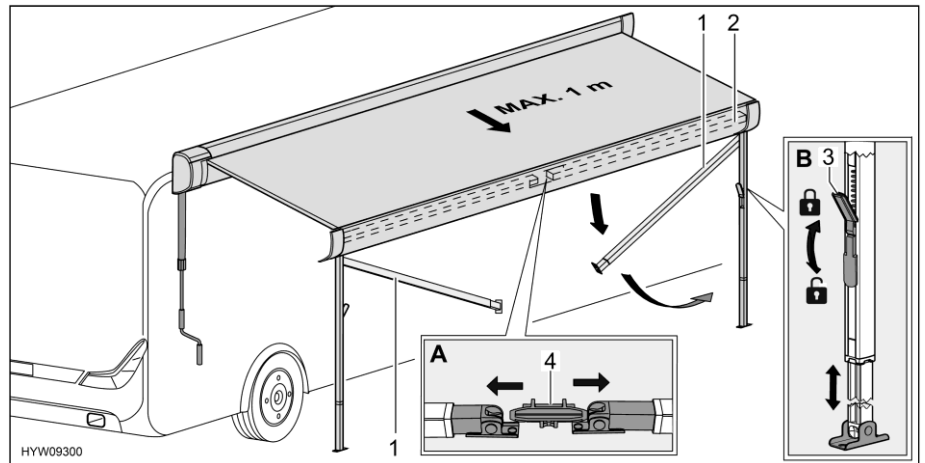

Bild 33 Stützfüße vorbereiten
- Stützfüße (Bild 33,1) aus Halterung (Bild 33,4) in der Frontleiste (Bild 33,2) lösen. Dazu Stützfüße leicht nach außen drücken (Bild 33,A).
- Verriegelungen (Bild 33,3) der Stützfüße lösen. Dazu den Verriegelungshebel nach unten klappen.
- Unteren Teil der Stützfüße bis zur gewünschten Länge herausziehen (Bild 33,B).
- Verriegelungen (Bild 33,3) der Stützfüße schließen. Dazu den Verriegelungshebel nach oben klappen.